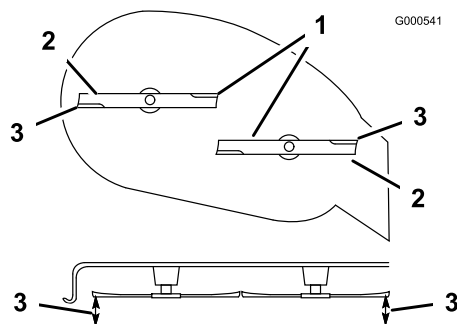

Figura 42
5. Fate ruotare con cautela la lama (o lame) da un lato all'altro (Figura 42). Misurate la distanza tra i taglienti esterni e la superficie piatta (Figura 42). Se entrambe le misure non rientrano nella tolleranza di 5 mm è necessario regolare; proseguite l'operazione.